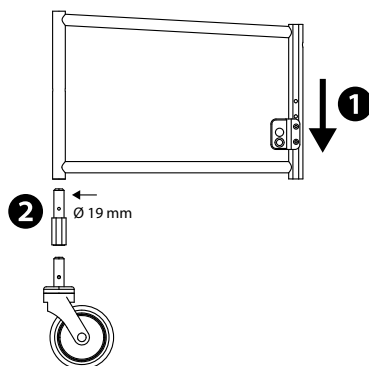

Fig. 19
2. Sbloccare le piastre adattatrici della ruota posteriore e posizzionarle in corrispondenza dei fori inferiori del telaio (1, fig. 19).
4. Inserire quindi i due adattatori in altezza (\varnothing 19 mm) presso le ruote orientabili (2, fig. 19) e avvitarli al telaio.